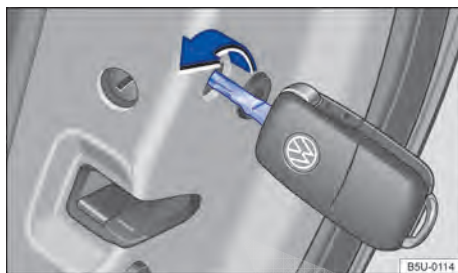

Fig. 159 Travamento de emergência do veículo com a chave do veículo.
- Inserir a haste da chave na fenda → Fig. 159 e girar no sentido horário (para dentro do veículo) até o batente.